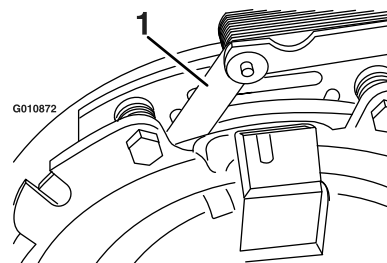

**Figura 67**
- B. Usando un alicate de punta fina, o a mano, sujete la pestaña y retire el suplemento (Figura 67).